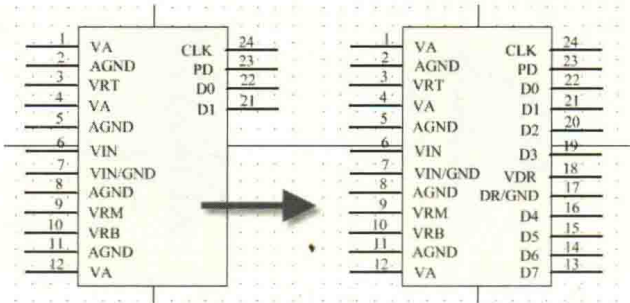

图 3-27 在矩形框上放置管脚
- (3) 执行菜单命令“Place-Pin”，在放置状态下按“Tab”键，分别按照如图 3-27 所示的管脚名称和管脚序号设置管脚属性并放置，管脚长度为默认“30”。